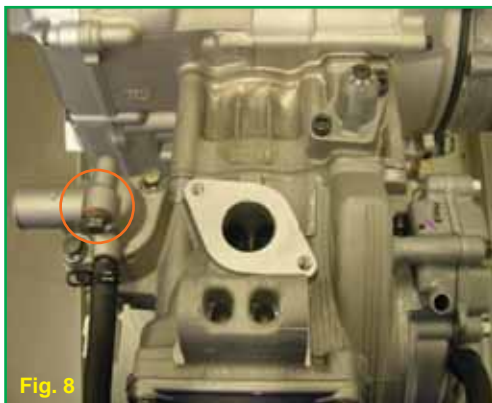

Fig. 8
- Riempire il radiatore di liquido refrigerante tramite il tappo a pressione come indicato nel manuale di uso e manutenzione del veicolo, quindi allentare la vite (Fig. 8) e far uscire tutta l'aria presente dal circuito di raffreddamento e richiuderla. Ripetere le operazioni di riempimento radiatore e disaerazione circuito fino a che non sia uscita tutta l'aria presente.